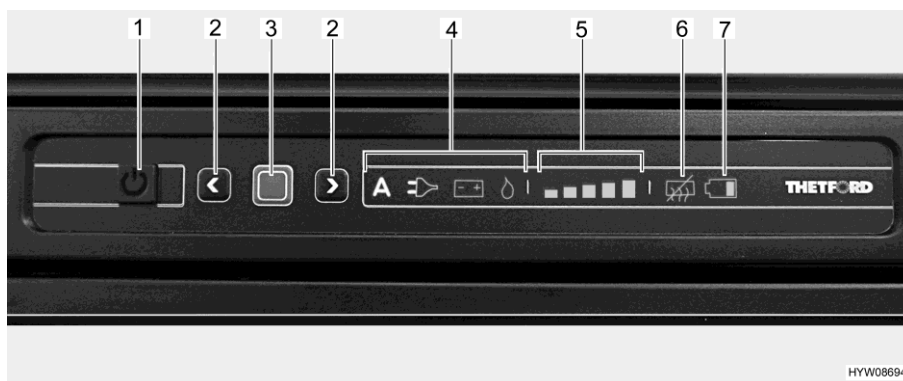

Fig. 268 Cuadro de mando de LED (frigorífico Thetford)
- Presionar la tecla On/Off (Fig. 268,1) por 1 segundo. La tecla se ilumina de color verde. Después de aprox. 10 segundos, la visualización se atenuará automáticamente por razones de ahorro de energía.
- Pulsar la tecla de confirmación (Fig. 268,3). Se visualizará el modo de funcionamiento seleccionado más recientemente.
- Pulsar la tecla de confirmación (Fig. 268,3) por aprox. 2 segundos. Los símbolos de modo de funcionamiento parpadean.
- Selección manual de energía: seleccionar la fuente de energía deseada usando las teclas de flecha (Fig. 268,2).
- Selección automática de energía (sólo en la versión con selección automática de energía): seleccionar el modo de funcionamiento "A" usando las teclas de flecha (Fig. 268,2).
- Confirmar la selección con la tecla de confirmación (Fig. 268,3).
- Pulsar de nuevo la tecla de confirmación (Fig. 268,3). El indicador de nivel de refrigeración (Fig. 268,5) parpadea.
- Para cambiar el ajuste, pulsar las teclas de flecha (Fig. 268,2) hasta que se visualice el ajuste deseado.
- Pulsar la tecla On/Off (Fig. 268,1) por aprox. 2 segundos. Todas las lámparas se apagan. El frigorífico está desconectado.
Una vez conectado, el frigorífico automáticamente seleccionará el ajuste del termostato seleccionado más recientemente. Este reajuste puede modificarse manualmente con las teclas de flecha (Fig. 268,2). Pasan algunas horas hasta que el frigorífico alcanza la temperatura de servicio normal. Al cambiar a otro modo de funcionamiento, se conservará el ajuste del termostato.